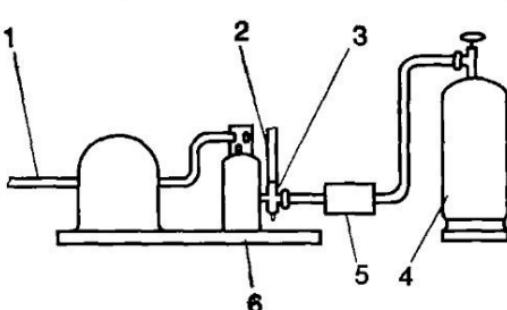

Рис. 112. Схема зарядки системы жидким хладагентом:
8.1.4. Присоединяют трубопровод для зарядки к вентилю баллона с хладагентом (рис. 112).